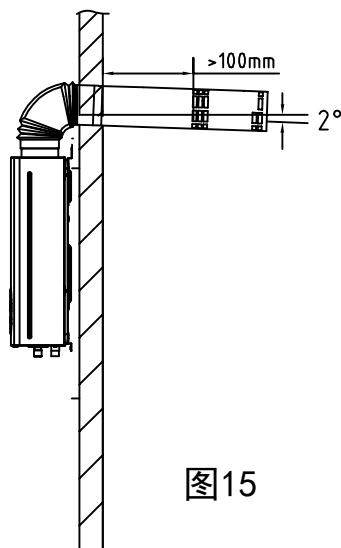

图15
■ 必须使用本热水器所配用的专用给排气管，安装方法见图15。如烟道较短可根据需要适当加长。每半年检查一次，检查烟道有无破损，漏烟等现象。
■ 给排气管水平段应尽可能短，且安装时应有向下倾斜 $2^{\circ}$ 的坡度，以利于冷凝水和雨水的排出；前端给排气口一定要露出墙外 $\geq 100\text{mm}$ 。（如图15）